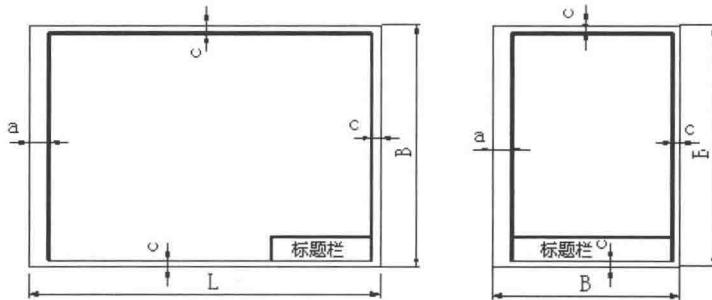
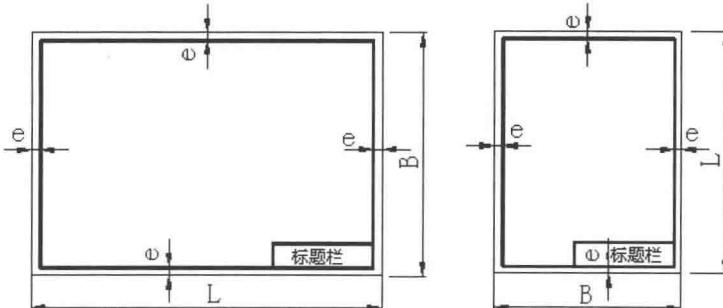

图 1-1 留装订边的图框格式
图 1-2 不留装订边的图框格式
无论图样是否装订, 均应在图纸幅面内画出图框, 图框线用粗实线绘制。图 1-1 为留有装订边的图纸其图框格式。图 1-2 为不留装订边的图纸其图框格式。
- (1) 按照图 1-1 和图 1-2 所示的图框格式、表 1-1 所列的图纸幅面尺寸，利用绘图工具完成图纸内、外框的绘制。